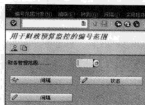

图 5-204 “用于财政预算监控的编号范围”界面
STEP 1 在命令栏输入 SPRO 命令, 通过菜单选择“行政机构管理→资金管理部门→实际和承诺更新/集合→基本设置→基金管理行项目→为实际事务定义编号范围”选项, 或者直接在命令栏中输入“OF19”命令, 进入“用于财政预算监控的编号范围”界面, 如图 5-204 所示。